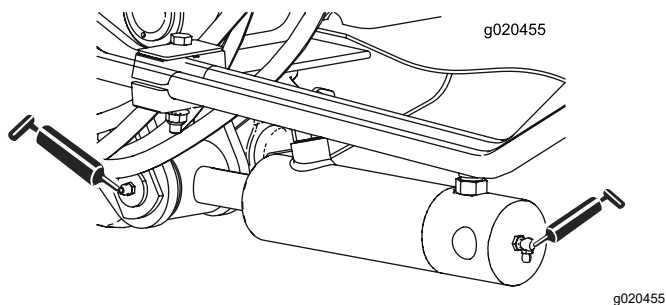

Figura 52
- Casquillos de los cilindros de los brazos de elevación (2 en cada lado) (Figura 52)